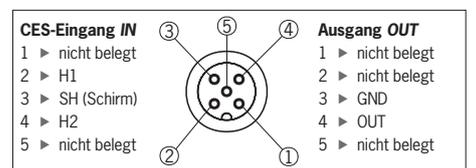

Bild 1: Buchsenbelegung (Blick auf Steckseite)
- ▶ Den CES- oder CEM-/CET-Lesekopf an den CES-Eingang **IN** (Buchse 5-polig M12) anschließen (siehe Bild 1)
- ▶ Den Elektromagneten des CEM-/CET-Lesekopfs an den Ausgang **OUT** (Buchse 5-polig M12 mit Verschlusskappe) anschließen (siehe Bild 1)